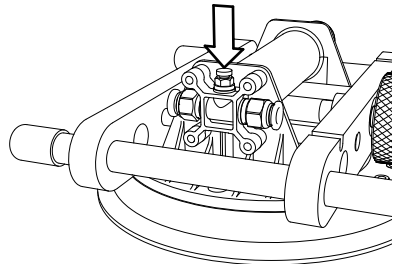

fig. 5
18. Après que l'adhésif soit complètement durci, presser la languette de succion pour relâcher le sceau de chaque ventouse, et enlever l'unité du matériau. (voir fig. 5)